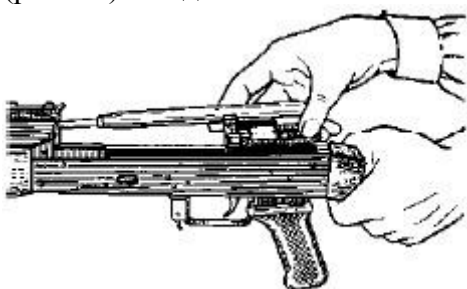

Рис. 15.
6) *Отделить затворную раму с затвором.* Продолжая удерживать автомат левой рукой, правой рукой отвести затворную раму назад до отказа, приподнять ее вместе с затвором (рис. 15) и отделить от ствольной коробки.